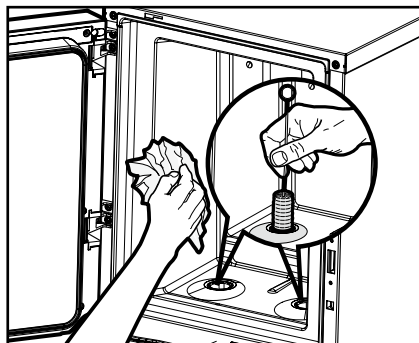

Fig. 25
- Nettoyez l'intérieur du bac réfrigérant avec un chiffon humide propre et l'ouverture de dosage avec une brosse. (Fig. 25)